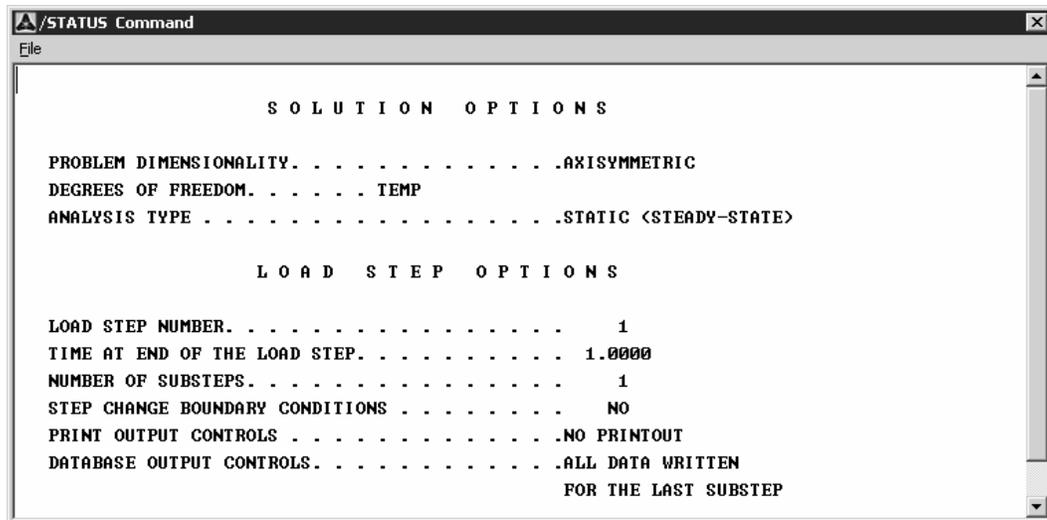
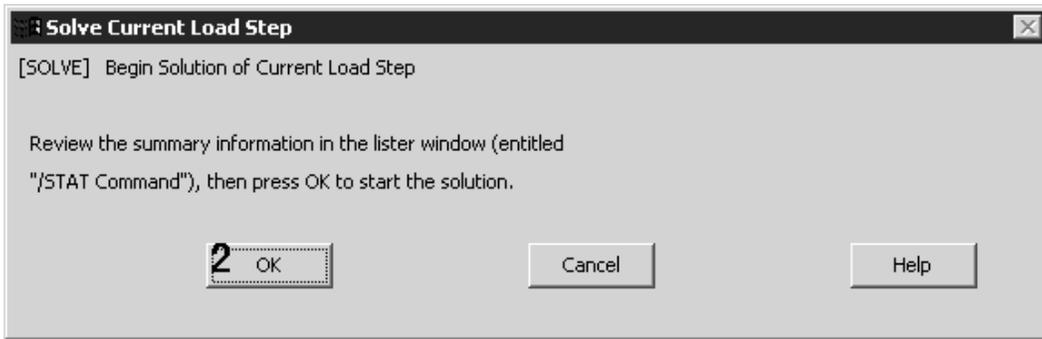

图 12.21 进行稳态热分析的求解选项和载荷步选项设置
图 12.22 求解当前载荷步对话框
1. 选择菜单 Main Menu | Solution | Current LS, 将弹出/STATUS Command (求解命令状态) 输出窗口(见图 12.21)和 Solve Current Load Step (求解当前载荷步)对话框(见图 12.22)。
2. 检查求解命令状态输出窗口中列出的命令情况, 如果符合分析要求, 关闭图 12.21 所示对话框。单击求解当前载荷步对话框(图 12.22)中的 **OK** 按钮, 进行稳态热分析求解。如果有不符合要求的地方, 则回到相应菜单对其进行修改。